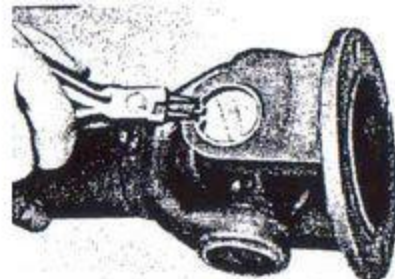

Bild 74. Demontering av låsring.
1. Ta bort låsringarna (bild 74), som håller nållagren i gafflarna. Ta bort smörjnippeln i axelkorset.